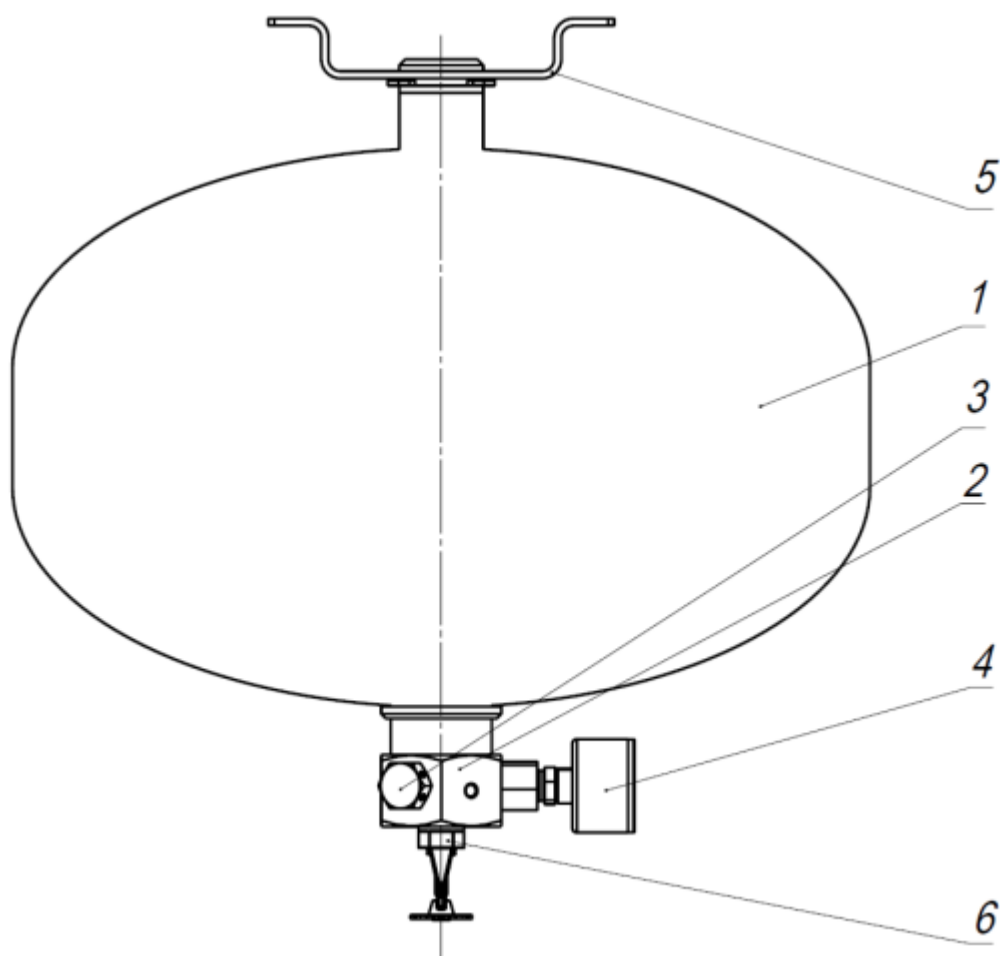

Рисунок 1 Модуль типа МГП-4-(22-10-18) с потолочным кронштейном
1.3.1 Модуль в сборе (см. рис. 1) состоит из баллона и запорно-пускового устройства (ЗПУ).
1.4.1.1 Модуль (рисунок 1) с типом пуска ТЗ состоит из баллона 1, ЗПУ 2, мембранного предохранительного устройства (МПУ) 3, манометра 4, кронштейна для монтажа 5 (настенного или потолочного), выходного насадка с термоколбой 6. Для варианта пуска ТЗ-Э модуль с термоколбой может дополнительно оснащаться принудительным пуском Старт-1 производства ЗАО «ПО «Спецавтоматика» г.Бийск. Принудительный пуск состоит из держателя и пиропатрона. В качестве пиропатрона используется устройство пуска УП-А ТУ 7287-244-07513406-2006 – 1 шт., производства АО Муромский приборный завод г.Муром.